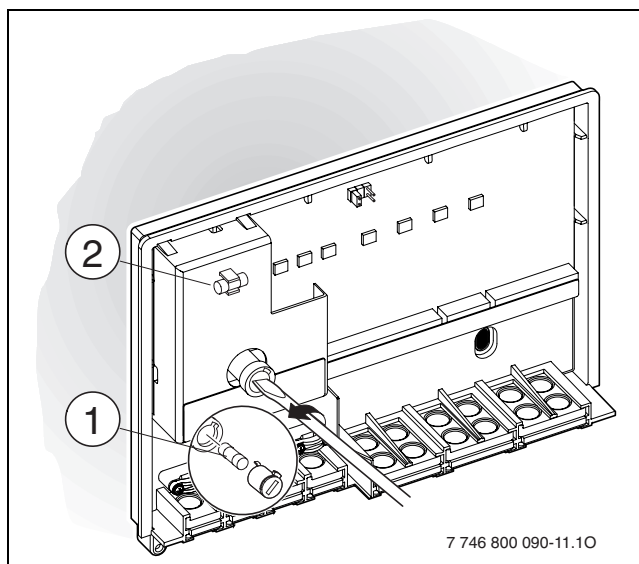

Fig. 14
- ▶ Substituir o fusível [1] por outro do mesmo tipo (2,5 AT, em cerâmica, cheio com areia) (→ fig. 14). Está disponível um fusível sobressalente [2] na cobertura no módulo ICM.